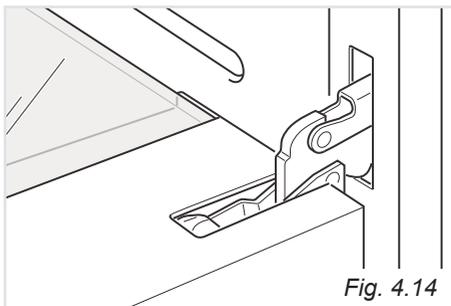

Fig. 4.14
- Aprire completamente la porta del forno (fig. 4.14).